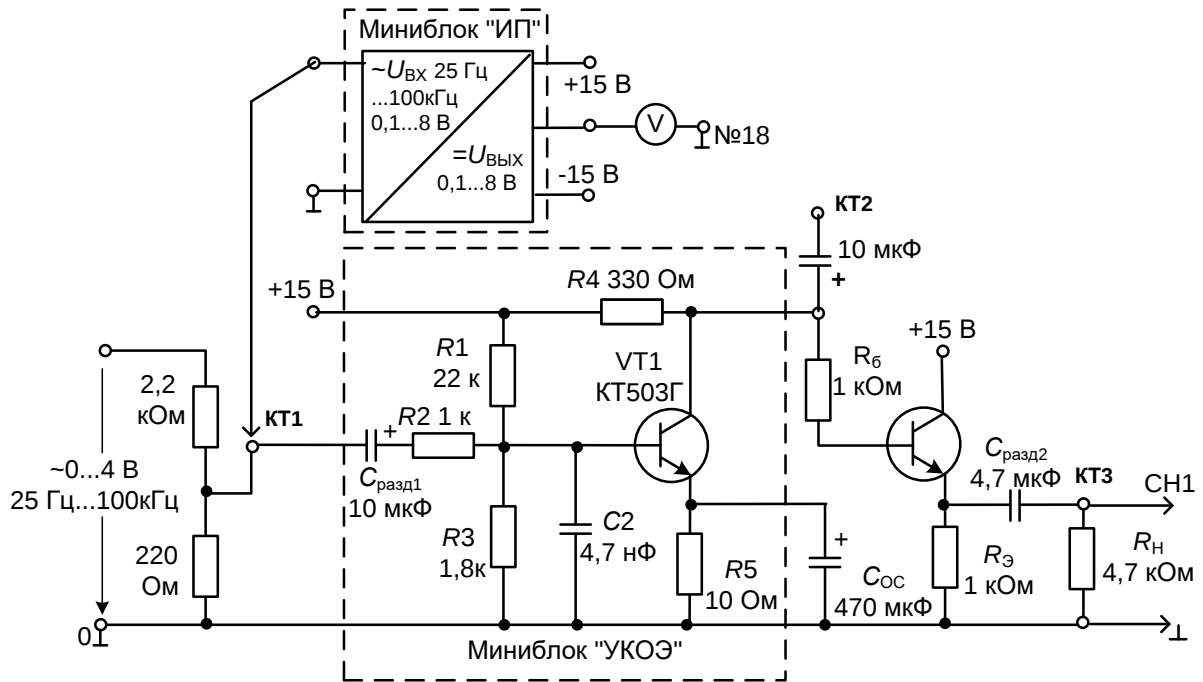
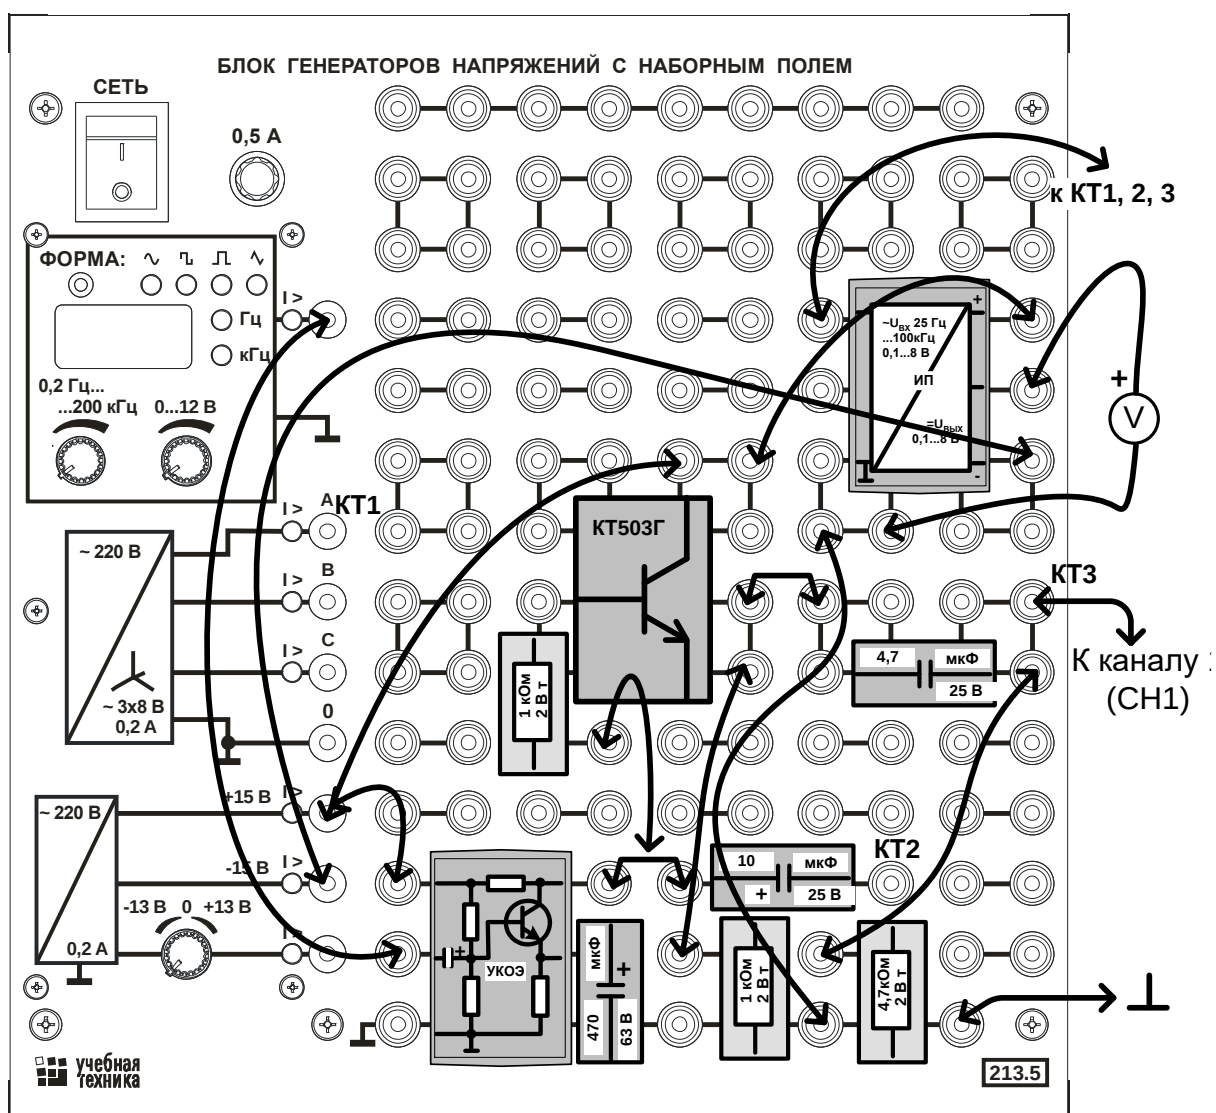

Рис. 7.2. Принципиальная схема двухкаскадного усилителя.
Рис. 7.3. Монтажная схема.
Принципиальная схема исследуемой установки изображена на рис. 7.2. Двухкаскадный усилитель состоит из миниблока «Усилительный каскад с общим эмиттером» и эмиттерного повторителя, собранного на транзисторе. Разделительный конденсатор  $C_{\text{разд1}}$ , встроенный в миниблок на входе усилителя, позволяет избежать влияния сопротивления источника сигналов на положение точки покоя транзистора, которая задаётся делителем  $R1, R3$ . Сопротивление на входе  $R2$  служит для ограничения входного тока и вместе с шунтирующим конденсатором  $C2$  – для подавления высокочастотных самовозбуждений. Резистор  $R5$  образует отрицательную обратную связь для уменьшения коэффициента усиления и повышения температурной стабильности усилителя. Конденсатор  $C_{\text{ос}}$ , устанавливаемый снаружи миниблока, позволяет исключить отрицательную обратную связь для переменного напряжения и тем самым увеличить коэффициент усиления. При этом отрицательная обратная связь сохраняется для постоянного и низкочастотного сигналов. Разделительный конденсатор  $C_{\text{разд2}}$  на выходе второго каскада усилителя служит для выделения переменного сигнала на нагрузке  $R_H$ .
- Соберите цепь согласно принципиальной схеме (рис. 7.2) и монтажной схеме (рис. 7.3). **При сборке схемы не перепутайте полярность электролитических конденсаторов!** Переведите переключатель рода сигналов генератора напряжений в положение «~» (синусоида) и установите частоту любую частоту от 1 до 10 кГц (переключатель диапазонов – в положении « $\times 10$ », в окошке счётчика – любое число от 100 до 999).